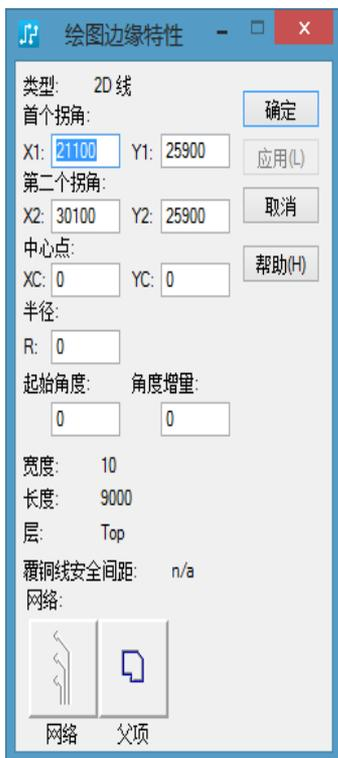
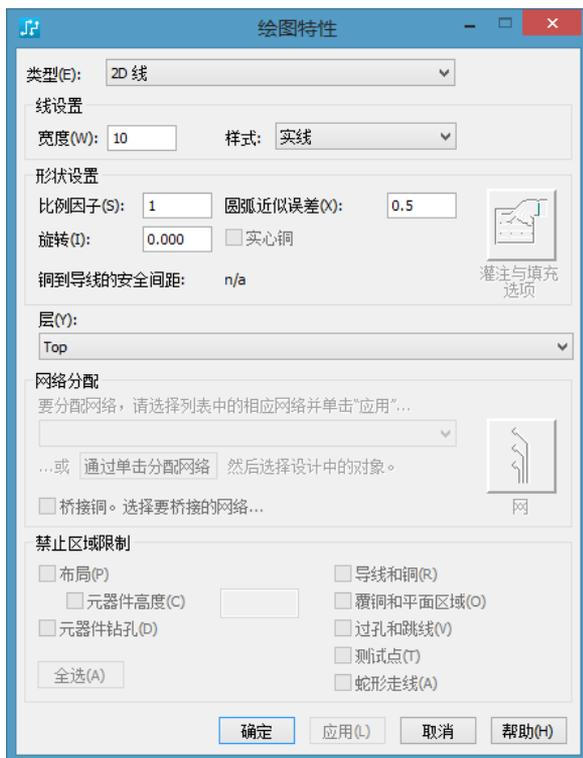

图 8-15 “绘图边缘特性”窗口
图 8-16 “绘图特性”窗口
(7) 进入选择模式，选择该矩形的边，然后单击鼠标右键，在弹出的快捷菜单中选择“特性”命令，则弹出如图 8-15 所示的“绘图边缘特性”窗口，在该窗口中可以编辑该矩形的尺寸大小。若选择整个矩形，单击鼠标右键，在弹出的快捷菜单中选择“特性”命令，则弹出如图 8-16 所示的“绘图特性”窗口，在该窗口中可以设置该矩形的类型、旋转度和所在的层